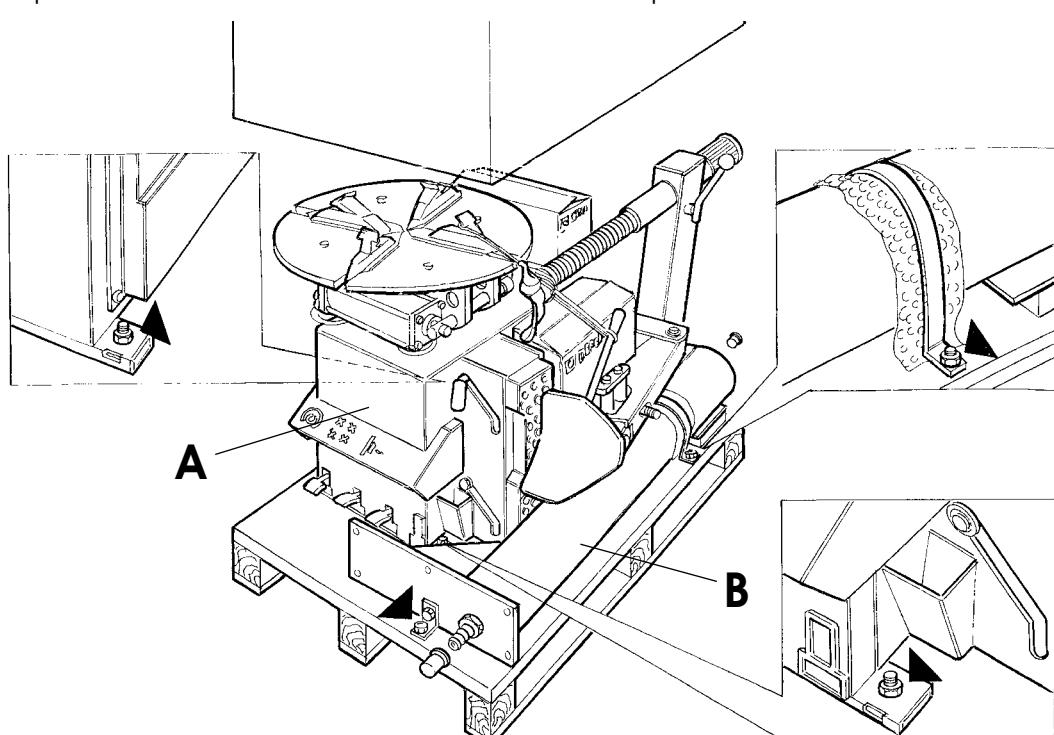

Fig. 1
- Enlever la partie supérieure de l'emballage et vérifier que la machine n'a pas été endommagée pendant le transport. Rechercher les points de fixation de la machine sur la palette (Fig. 1).